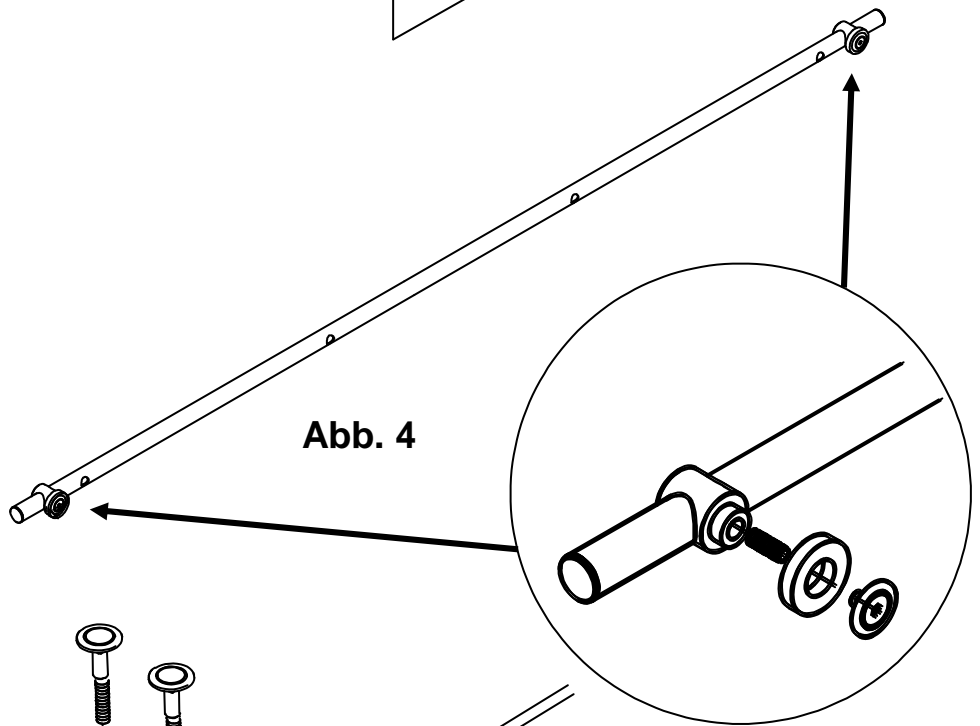

Abb. 4
8. Vor dem Aufsetzen der Laufschiene die Positionen der Türstopper ausmessen und auf der Laufschiene anbringen. **Abb. 4** Türstopper noch nicht endgültig anziehen, dieser Schritt erfolgt zum Schluss